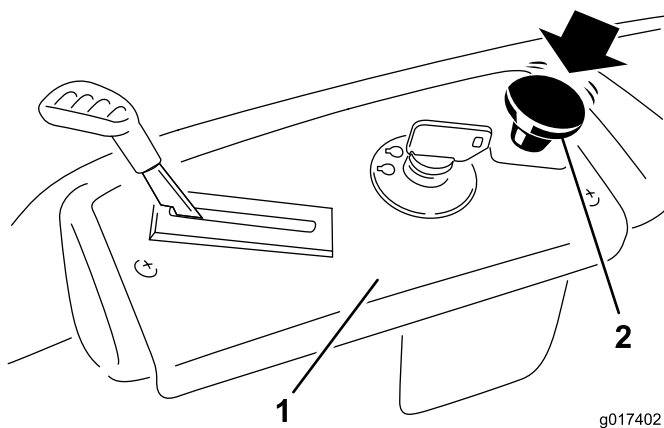

Figura 11
2. Disinserite le lame spostando il comando delle lame in posizione Off (Figura 11).